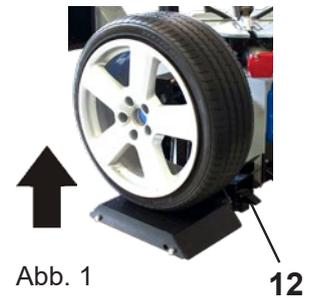

Abb. 1
- Das Rad mit dem Pedal **12** (Abb. 1) vollständig heben und auf dem Zentriertisch positionieren.